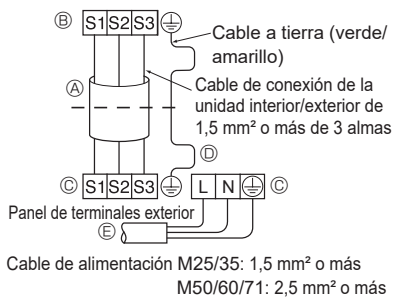
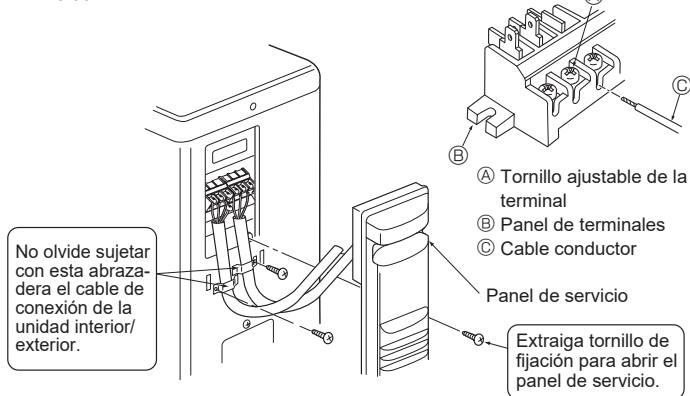
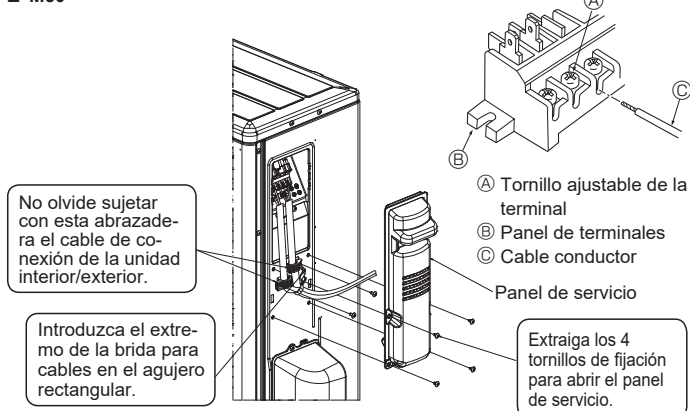
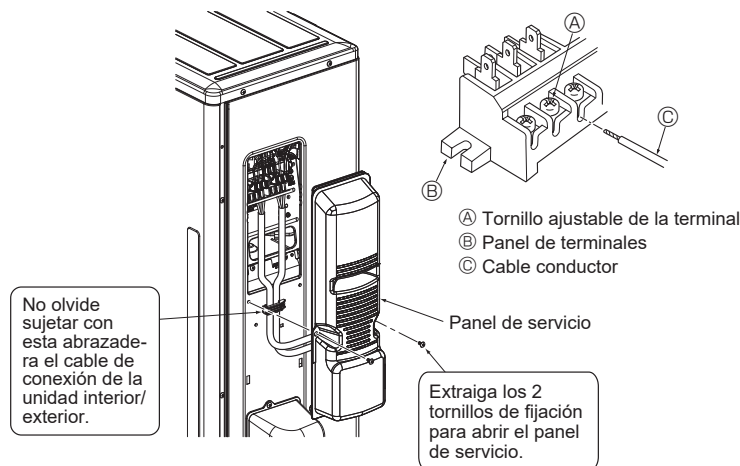

Fig. 6-2
Fig. 6-3
Fig. 6-4
Fig. 6-5
6.1. Unidad exterior (Fig. 6-1, Fig. 6-2, Fig. 6-3, Fig. 6-4, Fig. 6-5)
- ① Retire el panel de servicio.
- ② Conecte los cables de acuerdo con la Fig. 6-1, Fig. 6-2, Fig. 6-3, Fig. 6-4 y la Fig. 6-5.
- Realice el tendido eléctrico como muestra el diagrama inferior izquierdo (los cables no vienen incluidos). (Fig. 6-2)